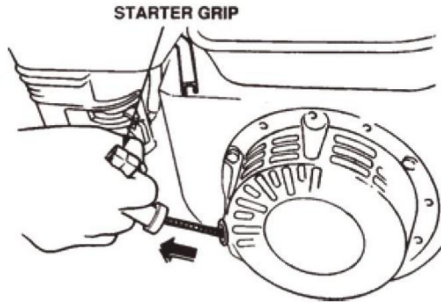

FIG.10
9.6 Sujete la empuñadura del motor de arranque (FIG. 10) y extráigala lentamente. La resistencia se vuelve más difícil en una determinada posición, correspondiente a la